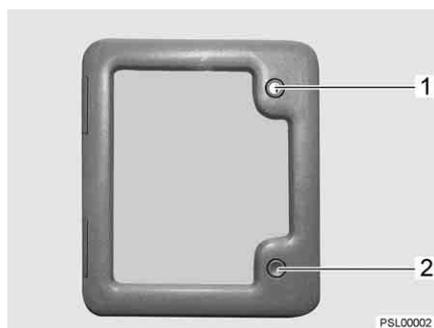

Fig. 5 Sportello esterno cassetta Thetford
- Inserire la chiave nel cilindro della serratura a pressione (Fig. 5,1) e girare in senso antiorario di un quarto di giro.
- Premere contemporaneamente entrambe le serrature a pressione con il pollice (Fig. 5,1 en 2) e aprire lo sportello esterno.
- Inserire la chiave nel cilindro della serratura (Fig. 5,1) e girare in senso orario di un quarto di giro.